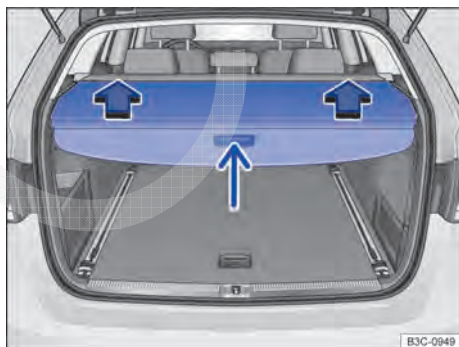

Fig. 113 No compartimento de bagagem: cobertura fechada do compartimento de bagagem.
- Na região frontal $\Rightarrow$ Fig. 113 (seta pequena), pressionar a cobertura do compartimento de bagagem. A cobertura do compartimento de bagagem se abre sozinha até a metade do compartimento de bagagem.
- Fixar as terminações das barras transversais nas aberturas à esquerda e à direita, no revestimento lateral $\Rightarrow$ Fig. 113.